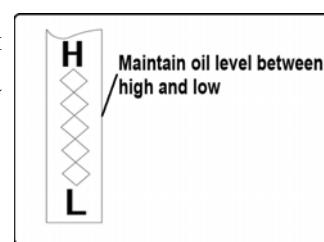

Рис. 43
4. Открутите и снимите крышку заливной горловины с трубы заливной горловины. Обратите внимание на уровень масла. если показания масла на щупе ниже отметки «НИЗКИЙ», медленно добавляйте масло до уровня «ВЫСОКИЙ». См. рис. 43.